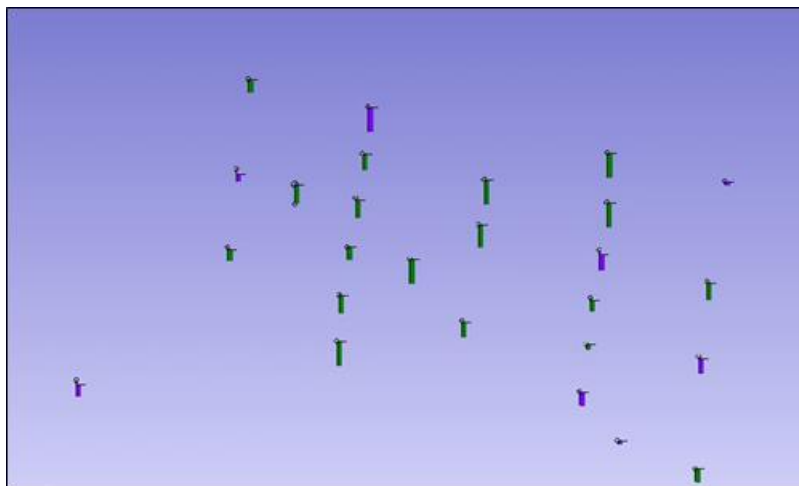

Рис. 7.3. Профили геологических скважин
- 4.4. В результате выполненных действий в области моделирования появятся пять профилей геологических скважин (рис. 7.3).